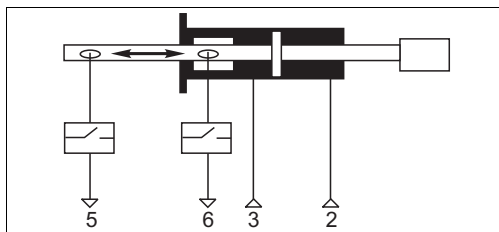

Рис. 11: Наклейка пневматического клеммного блока
1. Подключайте шланги сжатого воздуха согласно наклейке, прикрепленной к пневматическому клеммному блоку (Рис. 11).